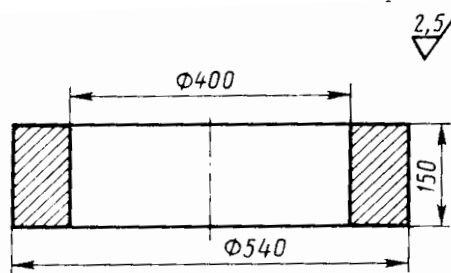

Рис. 26
2. Разработайте процесс изготовления поковки детали (рис. 26) методомковки на паровоздушном ковочном молоте. При выполнении работы следует: описать сущность процессаковки и указать области ее применения; изобразить схему молота и описать его работу; установить температурный интервалковки, вид нагревательного устройства и привести схему печи; составить чертеж поковки, определив ее массу; привести эскизы переходовковки и применяемого инструмента; с учетом технологических отходов определить объем, массу и длину исходной заготовки, указать способ ее получения; описать механизацию процессаковки. Материал детали – сталь 45.